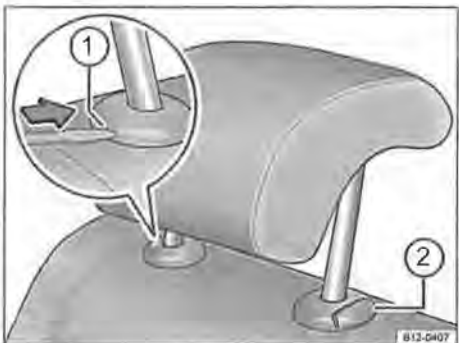

Fig. 59 Smontaggio del poggiatesta posteriore
- Inserire eventualmente la punta piatta di un cacciavite nella fessura della calotta → fig. 59 ①, fare pressione nel senso indicato dalla freccia e mantenere il cacciavite in tale posizione.
- Contemporaneamente premere il tasto → fig. 59 ②, mentre un'altra persona sfilava completamente il poggiatesta.
- Spingere verso il basso il poggiatesta tenendo premuto il tasto → fig. 59 ②.